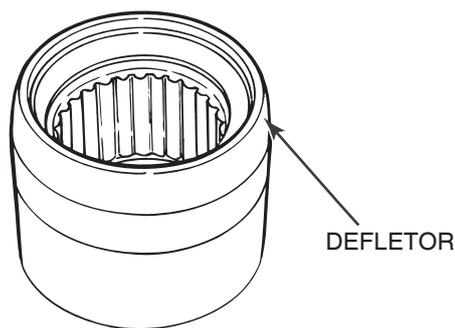

Figura 8.27
2. Certifique-se que os defletores plásticos estão encaixados nas buchas. Figura 8.27.